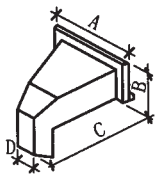
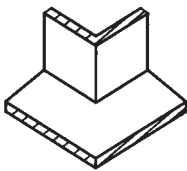

图3 横式落水口
图6 阳角
### 7.6 节点及附加层处理(见图3~图6)
1) 横式落水口示意图(见图3)
4) 阳角示意图 (见图6)